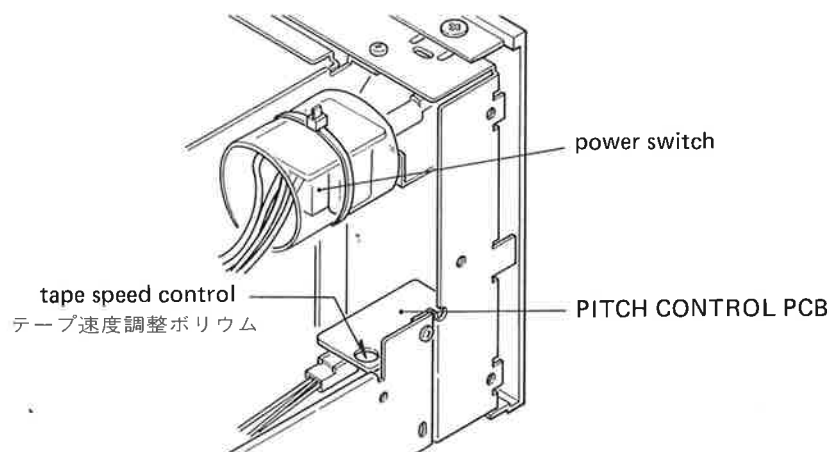

Fig. 4-8
- c) Adjust the trim pot R571 (refer to fig. 4-8) provided on the rear side of the PITCH CONTROL using a small "-" driver with the handle completely insulated from the blade to obtain a 3000 Hz  $\pm$  5 Hz reading on the frequency counter.
- c. 周波数カウンタが3000Hz  $\pm$  5Hzを示すようにピッチ・コントロールの裏側にある半固定抵抗 R571 (図4-8)を回して調整する。調整には柄が刃先から完全に絶縁されている小型マイナス・ドライバを用いること。